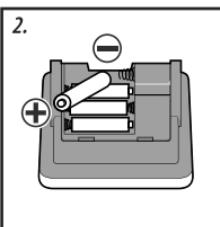

Рис.3
2. Установите четыре элемента питания типа "AA" в отсек. Убедитесь, что полярность соответствует обозначениям (+) и (-), приведенным внутри отсека (рис.3).